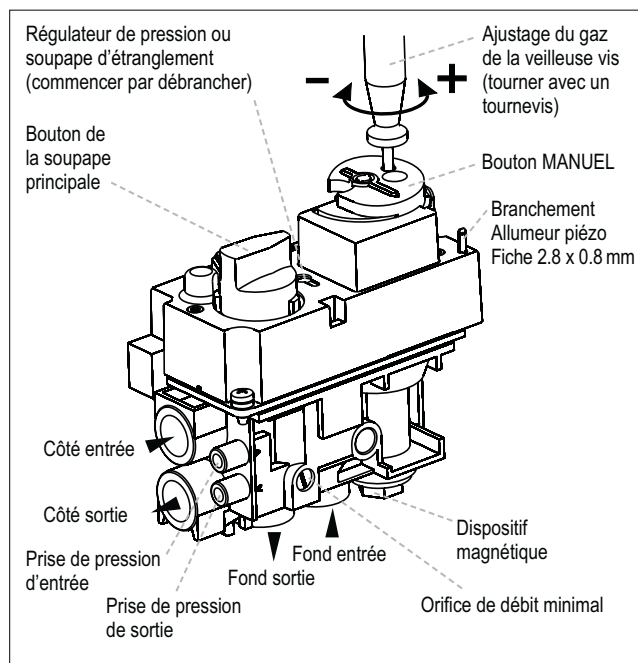

Figure 15: GV60, branchements et options d'ajustage
Les boutons de commande du gaz fonctionnent comme suit (voir figure 15):
1. La vis d'ajustage est accessible par un trou dans le bouton MANUEL (voir figure 15).
1. Connecter un manomètre de pression à la prise de pression sortie du robinet. La prise de pression s'ouvre en tournant la vis dans le sens des aiguilles d'une montre . Le régulateur de pression ou la soupape d'étranglement sont situés au-dessous du chapeau et ils sont accessibles en débranchant la fiche (voir les figures 15 et 17).